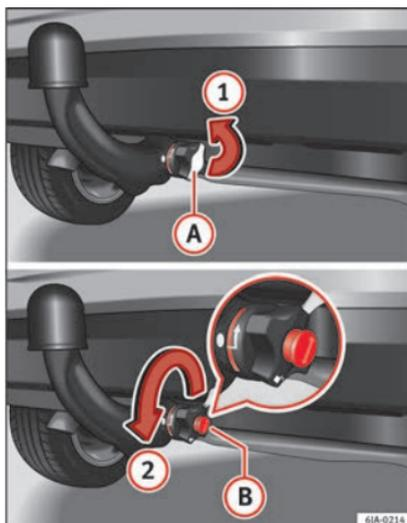

Fig. 201 Togliere il coperchio della serratura/aprire la serratura con la chiave.
- Rimuovere il coperchio **A** dalla serratura della manopola posizionandolo nel senso della freccia **1** » **fig. 201**.